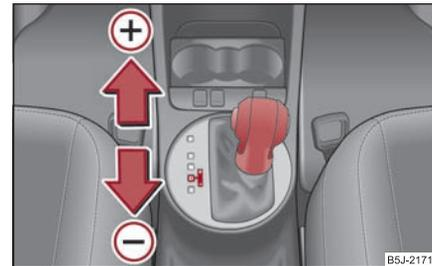

Abb. 127 Wählhebel: manuelles Schalten
- Tippen Sie den Wählhebel (in der Tiptronic-Stellung) nach vorn an ⇒ Abb. 127 (+).